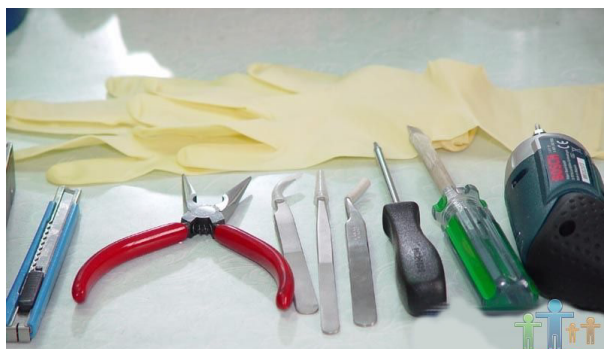

图 8-1 开盘工具
(1) 开盘需要特定的条件和工具，无尘环境是必不可少的。其次我们可以从图中看到还需要医用手套，美工刀，尖嘴钳，直头和弯头镊子，螺丝刀等工具。如图 8-1 所示。